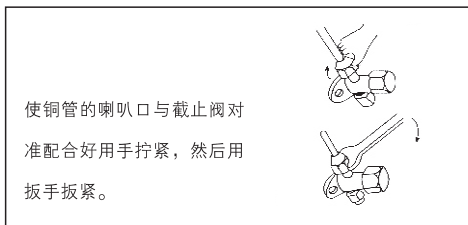

图 22
- (2) 在截止阀与管的喇叭口处涂少许润滑油,然后按图22所示拧紧纳嘴。
- (3) 按图22所示用扳手牢固地将纳嘴扳紧,扭矩力按表(5)规定执行。